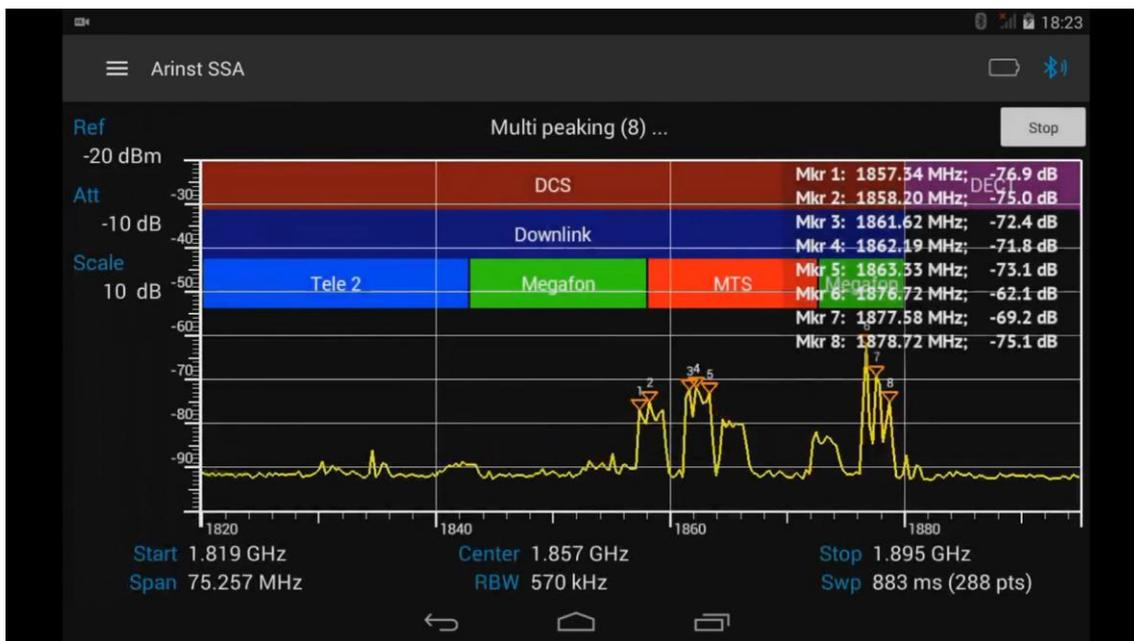

Рисунок 52 – Циклическое отслеживание пиковых значений сигнала
8.8.8. Для отмены циклического отслеживания пиковых значений сигнала, нажмите кнопку **Stop**, расположенную в правом верхнем углу экрана планшета/смартфона, рисунок 52.